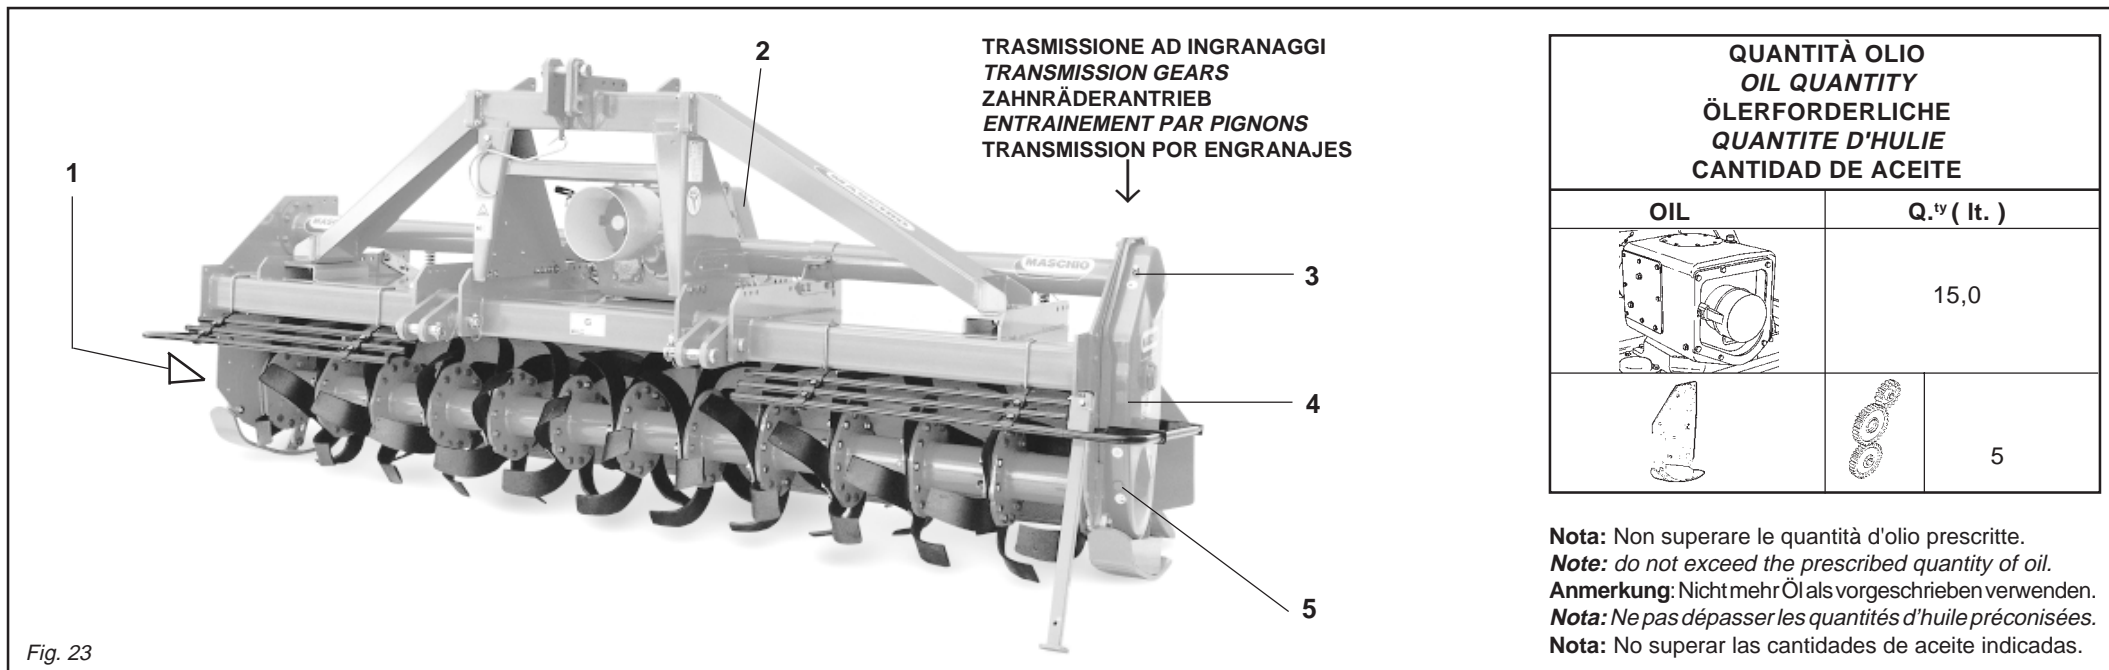

Fig. 23
- Den Ölstand im Gang-Gehäuse kontrollieren (2 Abb. 23); ev. bis zum Ölstandzeichen, das auf dem Stab angebracht ist, nachfüllen.
- Kettenantrieb: den Ölstand im Seitenantrieb prüfen. Dazu den Ölstandsstopfen (4 Abb. 23) losschrauben und prüfen, ob Öl ausfließt. Ggf. durch den Öleinfüllstopfen (3 Abb. 23) soviel Öl nachfüllen, bis das Öl am Ölstandsstopfen ausläuft.
- Zahnradantrieb: den Ölstand im Seitenantrieb prüfen. Dazu den Ölstandsstopfen (4 Abb. 23) losschrauben und prüfen, ob Öl ausfließt. Ggf. durch den Öleinfüllstopfen (3 Abb. 23) soviel Öl nachfüllen, bis das Öl am Ölstandsstopfen ausläuft.
- *Graissez les fusées du rotor (1 Fig. 23).*
- *Contrôlez le niveau de l'huile dans la boîte de vitesse. Si nécessaire, rajouter de l'huile jusqu'au cran sur la jauge (2 Fig. 23).*
- *Entrainement latéral par chaîne: contrôlez le niveau de l'huile dans le carter latéral de la transmission en dévissant le bouchon de niveau (4 Fig. 23) et vérifiant si l'huile sort. Si nécessaire rajouter de l'huile par le bouchon de remplissage (3 Fig. 23) jusqu'à ce qu'elle sorte par le bouchon de niveau.*
- *Entrainement latéral par pignons: contrôlez le niveau de l'huile dans le carter latéral de la transmission en dévissant le bouchon de niveau (4 Fig. 23) et vérifiant si l'huile sort. Si nécessaire rajouter de l'huile par le bouchon de remplissage (3 Fig. 23) jusqu'à ce qu'elle sorte par le bouchon de niveau.*
- Engrasar los ejes del rotor (1 Fig. 23).
- Controlar el nivel de aceite en la caja de cambio, eventualmente rellenar hasta la muesca de nivel presente en la varilla (2 Fig. 23).
- Transmisión lateral por cadena: controlar el nivel de aceite en el carter lateral de la transmisión, desenroscando el tapón de nivel (4 Fig. 23) y controlando que salga el aceite. Eventualmente agregar aceite a través del tapón de llenado (3 Fig. 23), hasta que veamos que sale por el tapón de nivel.
- Transmisión lateral por engranajes: controlar el nivel de aceite en el carter lateral de la transmisión, desenroscando el tapón de nivel (4 Fig. 23) y controlando que salga el aceite. Eventualmente agregar aceite a través del tapón de llenado (3 Fig. 23), hasta que veamos que sale por el tapón de nivel.
- Effettuare il cambio completo dell'olio, sia cambio e sia del carter trasmissione, scaricando completamente l'olio dal tappo di scarico posto sotto la scatola riduttore e dal tappo di scarico trasmissione (2 e 5 Fig. 23).
- *Change the oil in the in the gearbox and transmission casing by completely draining off the old oil through the drain plug under the reduction unit and through the transmission drain plug (2 and 5 Fig. 23).*
- Das Öl im Getriebe wechseln. Dazu die Ölablaßschraube unter dem Getriebegehäuse und den Stopfen des seitlichen Antriebs (2 und 5 Abb. 23) losdrehen und das Öl ausfließen lassen.
- *Vidangez entièrement l'huile du boîte de vitesse et du carter de transmission à travers le bouchon de vidange qui se trouve sous la boîte du réducteur et par le bouchon de vidange de la transmission (2 et 5 Fig. 23).*
- Efectuar el cambio completo del aceite, tanto la caja de cambio como también del cárter de transmisión, descargando completamente el aceite del tapón de descarga presente debajo de la caja del reductor y del tapón de descarga transmisión (2 y 5 Fig. 23).